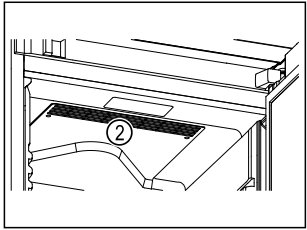

Fig. 66
- ❑ Lüftungsschlitze Fig. 66 (2) des Umluftgebläses im Innenraum freihalten.